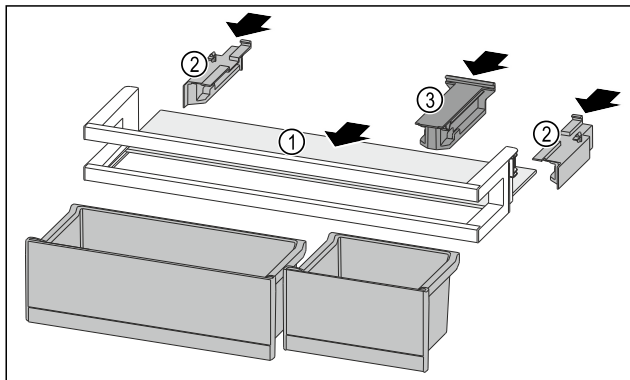

Fig. 95
- ▶ Вкарайте рафта Fig. 95 (1) в страничните прорези.
- ▶ Поставете страничните части Fig. 95 (2).
- ▶ Поставете задържащата част Fig. 95 (3).